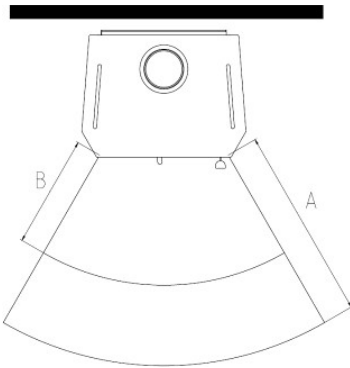

Fig. 7
Per gli elementi costruttivi, i mobili e i tessuti di arredamento infiammabili situati nella zona di irraggiamento della stufa è necessario rispettare una distanza minima di **80 cm** (A), misurati dal bordo anteriore dell'apertura del focolare. La distanza di sicurezza si riduce ai **40 cm** (B) qualora di fronte all'elemento sia installata una protezione areata (v. fig. 7).